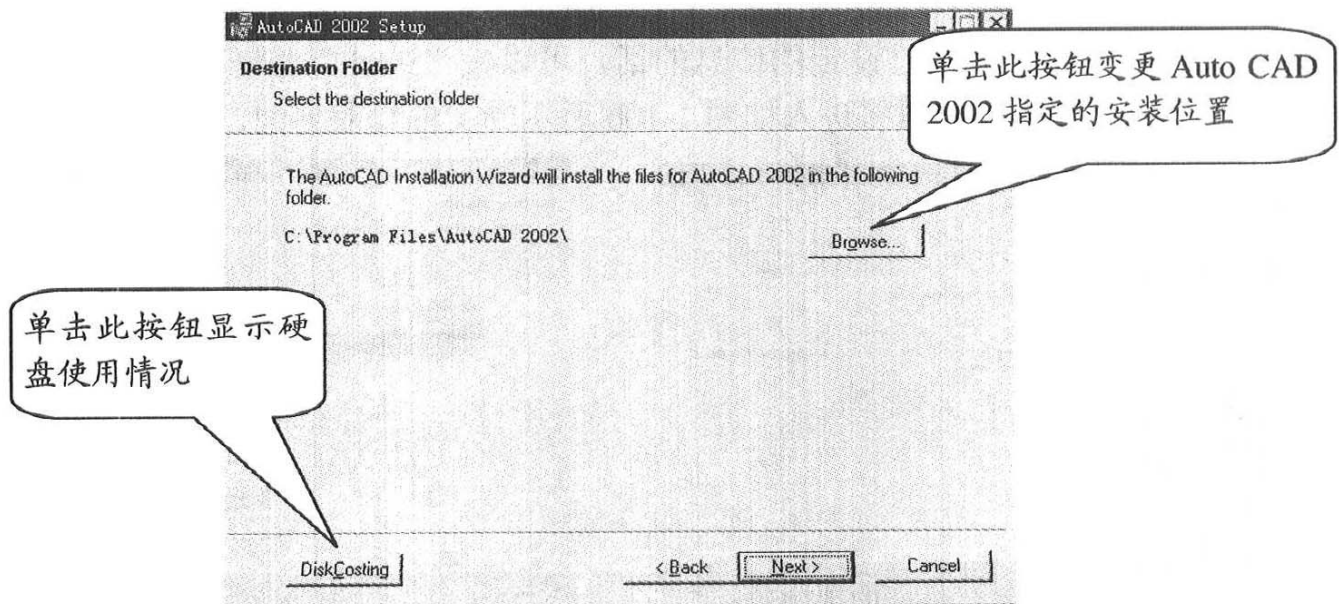

图 1-8 指定 AutoCAD 2002 的安装位置
8) 在确定了安装类型后，接着弹出如图 1-8 所示的 Destination Location (安装位置) 对话框，要求指定 AutoCAD 2002 的安装位置，默认安装位置为 “C:\Program Files\ACAD 2002\”。